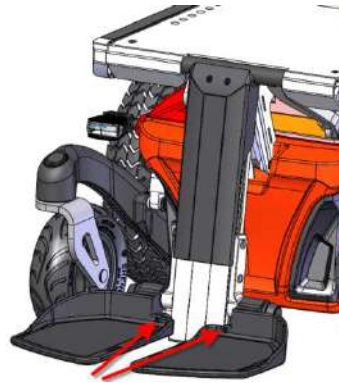

Figura 11-30
- Paso 1: Inserte una llave Allen de 4 mm en el tornillo de ajuste situado en el interior de la placa del reposapiés. (Figura 11-30)